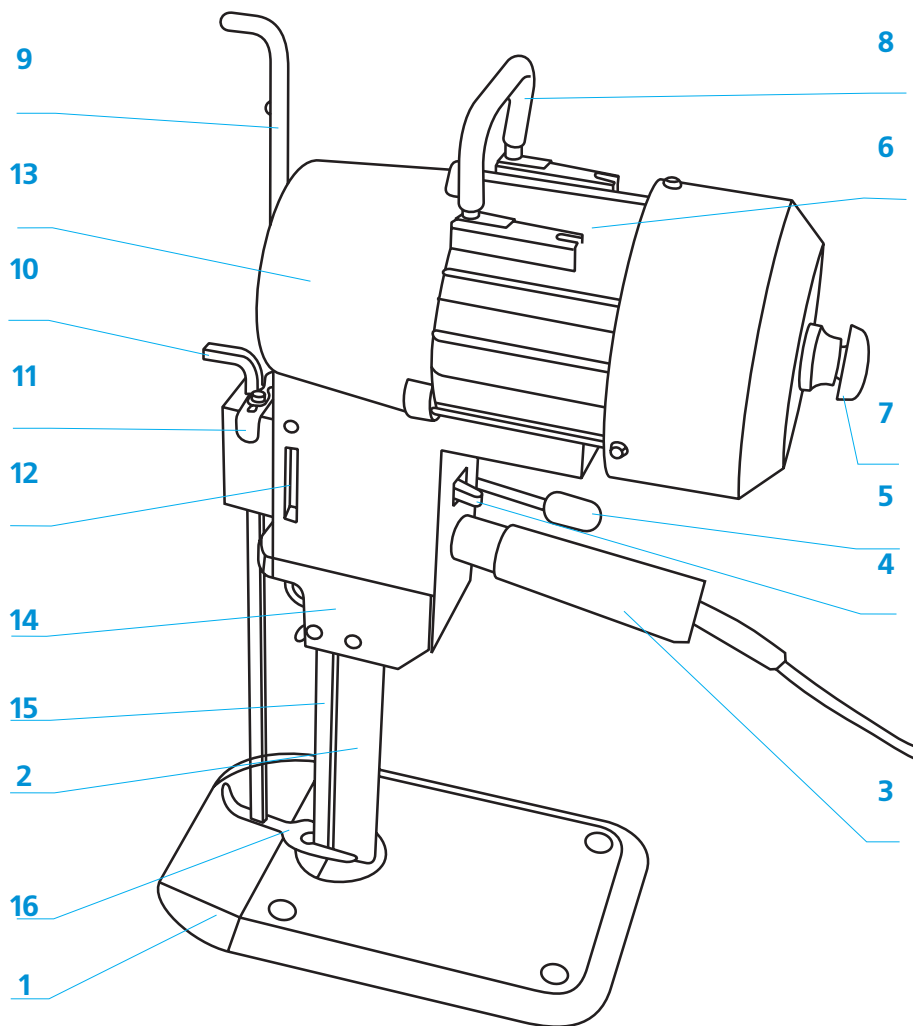

Рис. 1. Общий вид раскройной машины
Общий вид раскройной машины с названием ее основных элементов представлен на рис. 1.
Работа раскройной машины начинается после изменения положения переключателя (4) рис.1 из положения "0" в положение "1".
Перед первым подключением машины, а также после каждого ремонта или замены ножа, необходимо с помощью винта (7) рис.1 (нажимая на него и сохраняя в нажатом положении, повернуть по стрелке, указанной на корпусе двигателя) сделать несколько ходов ножа (15) для проверки его правильной работы (нет ли неисправностей или заклинивания).
Установка основных элементов раскройной машины при транспортировке и хранении представлена на рис.1. Лапка (16) находится в нижнем положении, заточное устройство (14) - в верхнем положении, задвижка (11) передвинута максимально в положение "1". После подготовки слоев ткани для раскроя, раскройную машину в положении, указанном на рис.1, поместить на раскройный стол и, после прижатия рычага лапки (5) к рукоятке (3), переместить рычагом (10) лапку (16) в верхнее положение. После освобождения рычага лапка она автоматически устанавливается на необходимой высоте.
- задвижку (11) передвинуть максимально в положение "0" (задвижку (11) можно передвинуть только тогда, когда и заточное устройство (14) и лапка (16) находятся в положении, показанном на рис.1)
- рукояткой (9) опустить заточное устройство и плавно медленно переместить его 2-3 раза по всей длине ножа, поднимая заточное устройство в крайнее верхнее положение
- задвижку передвинуть максимально в положение "1" (задвижка (11) в положении "0" делает невозможным поднятие лапки (16) даже если освободить рычаг лапки (5)).
- покрутивая винтом (7) (рис.1), передвинуть нож в нижнее положение